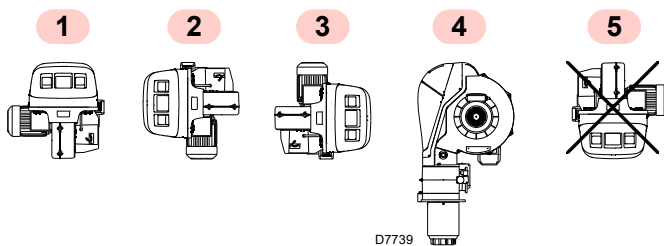

Fig. 12
- Le brûleur est exclusivement prévu pour fonctionner dans les positions **1**, **2**, **3** et **4** (Fig. 12).